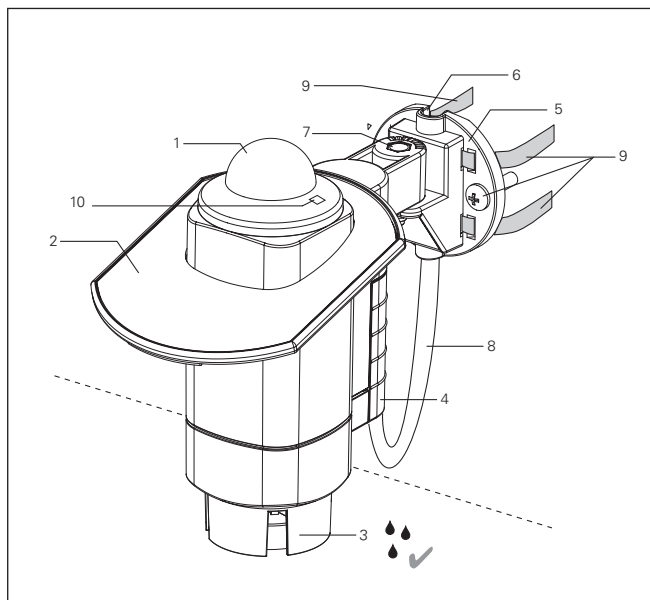

Abb. 1 Wetterstation
- Die Anschlussleitung muss so verlegt werden, dass kein Wasser ins Geräteinnere eindringen kann (siehe Abb. 1). Verwenden Sie hierfür eine witterungsbeständige (für den Außeneinsatz geeignete) Leitung wie z. B. 4x AWG26C UL sw!